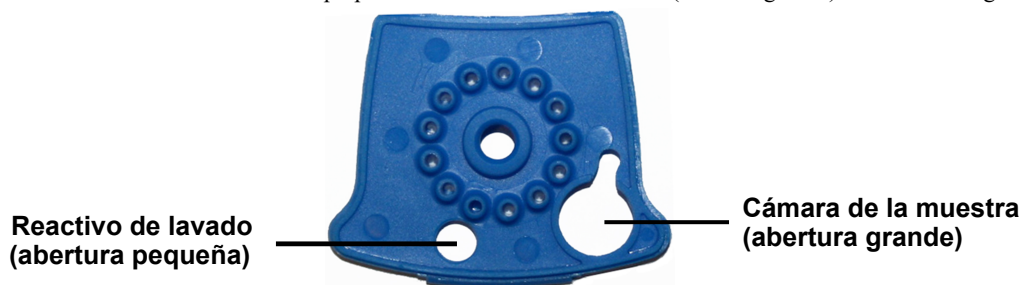

Figura 1. Cartucho Xpert BCR-ABL Ultra p190 (Vista superior)
3. Levante la tapa del cartucho y transfiera el contenido completo de una (1) ampolla de reactivo de lavado a la cámara correspondiente (que tiene la abertura pequeña). Consulte el Figura 1.
4. Pipetee todo el contenido de la muestra preparada en la cámara de muestras (abertura grande). Consulte el Figura 1.